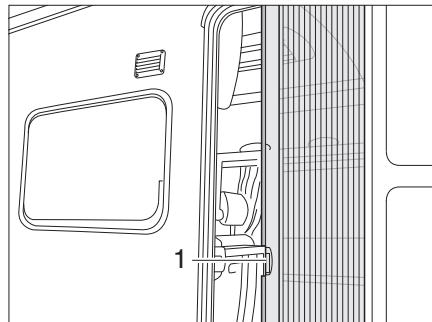

Bild 53 Insektenschutz
**Öffnen:** ■ Insektenschutz an dem Griff (Bild 53,1) ganz herausziehen.
**Schließen:** ■ Insektenschutz an dem Griff (Bild 53,1) zurückschieben.